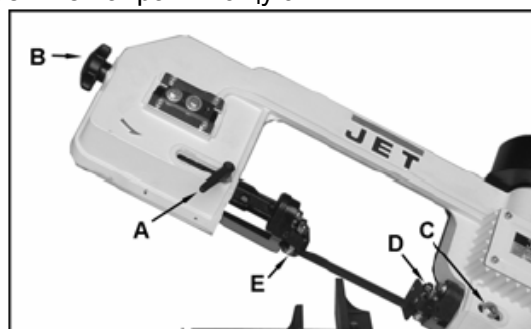

Рис.8
Вращайте ручку натяжения полотна (В рис.8), пока не достигнете необходимого натяжения.
Ослабьте направляющую рукояткой (А, рис.8) и переместите опорный узел (Е) как можно ближе к отрезаемой заготовке.
Ослабьте гайку (С, рис.8) и переместите опорный узел (D) как можно ближе к отрезаемой заготовке.
Если Вы вращаете резьбовой штифт (В, Рис. 8) по часовой стрелке, ленточное полотно подходит к буртику шкива.